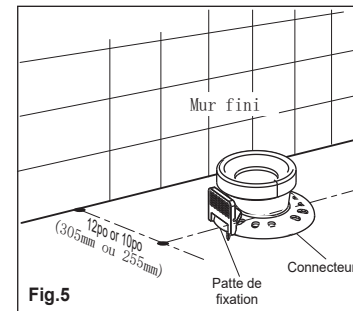

Fig.5
3. Placer les pattes de fixation sur les boulons à T et les fixer solidement en serrant à la main les écrous et les rondelles sur les boulons à T. Effectuer un dernier tour lors de l'installation finale, comme illustré à la fig. 5.